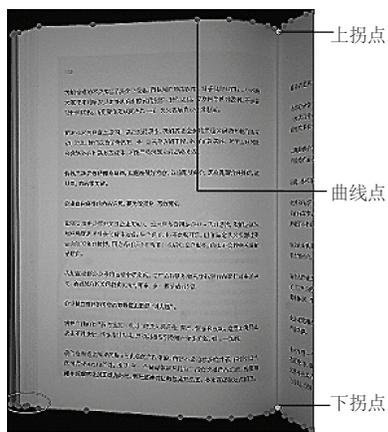

图3-3-3
- 【自动生成曲线】，点击将自动生成曲线（如图3-3-3所示），用于曲面展平；
- 【新建曲线】，点击，将图片切换“原图”状态，对“图片”上边缘由“右”向“左”单击鼠标左键，沿弧面新建“曲线点”，再对图片的下边缘，由“右”向“左”新建曲线点，如图3-3-3所示；另外“曲线”生成技巧，可参考【自动生成曲线】特征；“拐点设置方法”，将“鼠标指针”指向一个“曲线点”，单击“鼠标右键”，弹出“设为拐点”钮，单击完成；“拐点”的位置一般设在书籍“左页”与“右页”中心位置，如图3-3-3所示；此时已完成设置，单击“按定义展平”，立即展平。